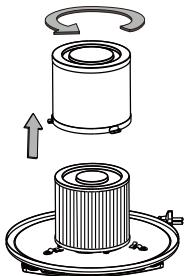

Fig. 9
- Lås upp och ta ut filterkorgen genom att vrida den moturs (Fig. 9).